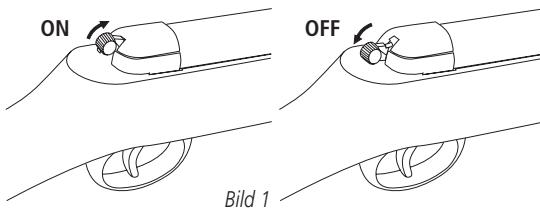

Bild 1
- Schieben Sie den Schalter aufwärts Richtung „ON“ zur Mündung hin. Die Sicherung blockiert den Abzug. (Bild 1)
- Schieben Sie den Sicherungsschalter abwärts Richtung Abzug in Pos. „OFF“. Die Waffe ist jetzt entschert, der Abzug kann betätigt werden. (Bild 1)
ACHTUNG: Sichern Sie die Waffe bis unmittelbar vor der Schußabgabe (Bild 1)